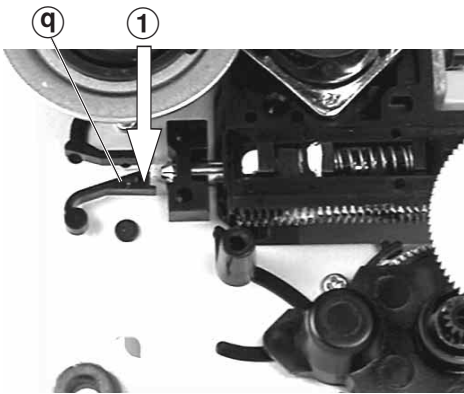

Fig. 13
- Sperre (q) vorsichtig in Pfeilrichtung (1) drücken (Fig. 13).
- Push the locking device (q) carefully in the direction of the arrow (1) (Fig. 13).